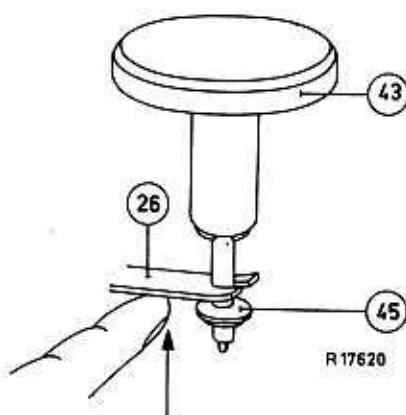

Fig.18
3. Mettre l'appareil dans la position "en circuit" (voir fig.18).